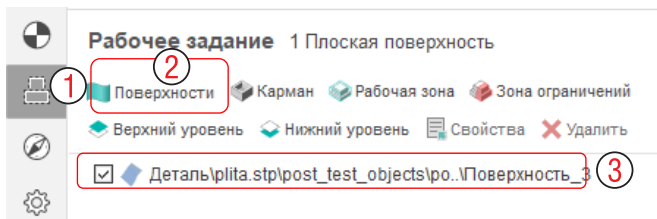

Рис. 3-4. Задание поверхности на вкладке Рабочее задание.
На вкладке Рабочее задание (1 на рис. 3-4) удалите объект Деталь текущей операции (он был создан системой автоматически), выберите верхнюю грань и нажмите кнопку Поверхности (2).